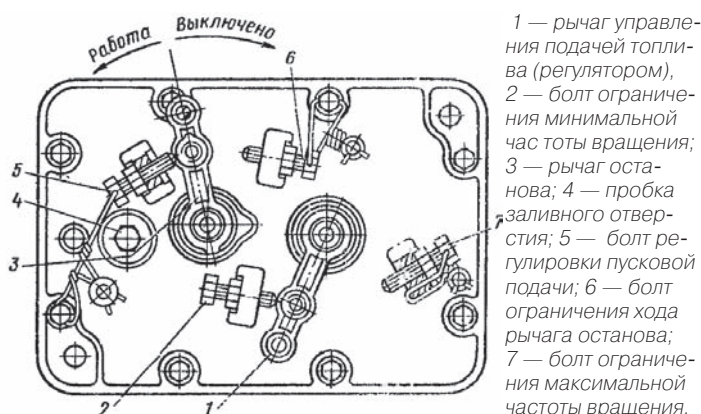

Рис. 1. Крышка регулятора частоты вращения.
Рекомендуется регулировать насосы на стендах N0-108 (фирмы «Моторпал»), МД-12 (венгерского производства), А-1027 (австрийской фирмы «Фридманн и Майнер»), ЕРН-5012 (австрийской фирмы «Хансман») или других аналогичных стендах, предназначенных для проверки и регулирования топливных насосов с использованием профильтрованного дизельного топлива или его смеси с индустриальным маслом. Вязкость топлива и смесей должна быть 4–6 сСт при температуре 20°С. Полость насоса при этом необходимо заполнить маслом, применяемым для двигателя, до уровня сливного отверстия на задней крышке регулятора. Масло заливается через отверстие на верхней крышке (предварительно выверните пробку 4 — см. рис. 1). Сливное отверстие на время регулировки надо заглушить или повернуть трубку для слива масла отверстием вверх.
3. Проверьте и при необходимости отрегулируйте величину цикловой подачи и неравномерность подачи каждой секцией топливного насоса при упоре рычага 1 (см. рис. 1) управления регулятором в болт 7 ограничения максимальной частоты вращения.
1. При упоре рычага 1 (см. рис. 1) управления регулятором в болт 7 ограничения максимальной частоты вращения вала двигателя проверьте частоту вращения кулачкового вала насоса, соответствующую началу выдвижения рейки в сторону выключения подачи. Регулятор должен начать перемещение рейки при частоте вращения кулачкового вала 1335–1355 об/мин. Частоту вращения коленчатого вала регулируйте болтом 7.